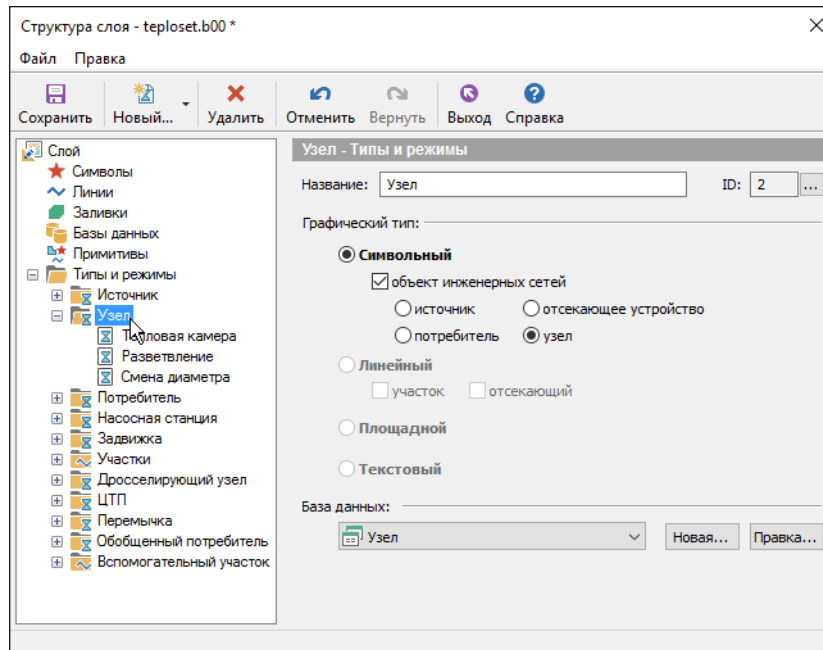

Рисунок 4.17. Создание нового режима
1. В дереве Типы и режимы щелчком левой кнопкой мыши выделите тип, для которого создается новый режим, например Узел. (смотрите Рисунок 4.17, «Создание нового режима»).